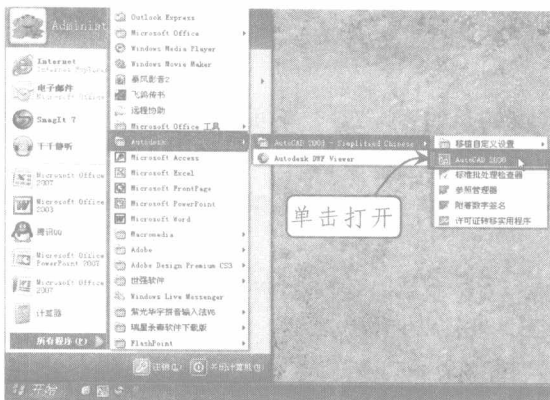

图 1-2 从“开始”菜单启动
Step 1 从“开始”菜单启动 AutoCAD 2008。选择【开始】/【所有程序】/【Autodesk】/【AutoCAD 2008-Simplified Chinese】/【AutoCAD 2008】命令，如图 1-2 所示。